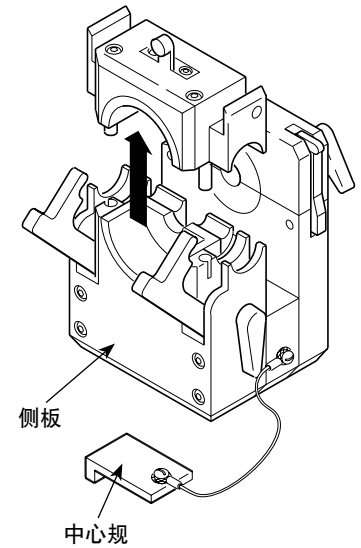

图 20 拆下侧板上部
5. 松开并拆下 CWS-5FSP2 侧板的上部。参考图 20。